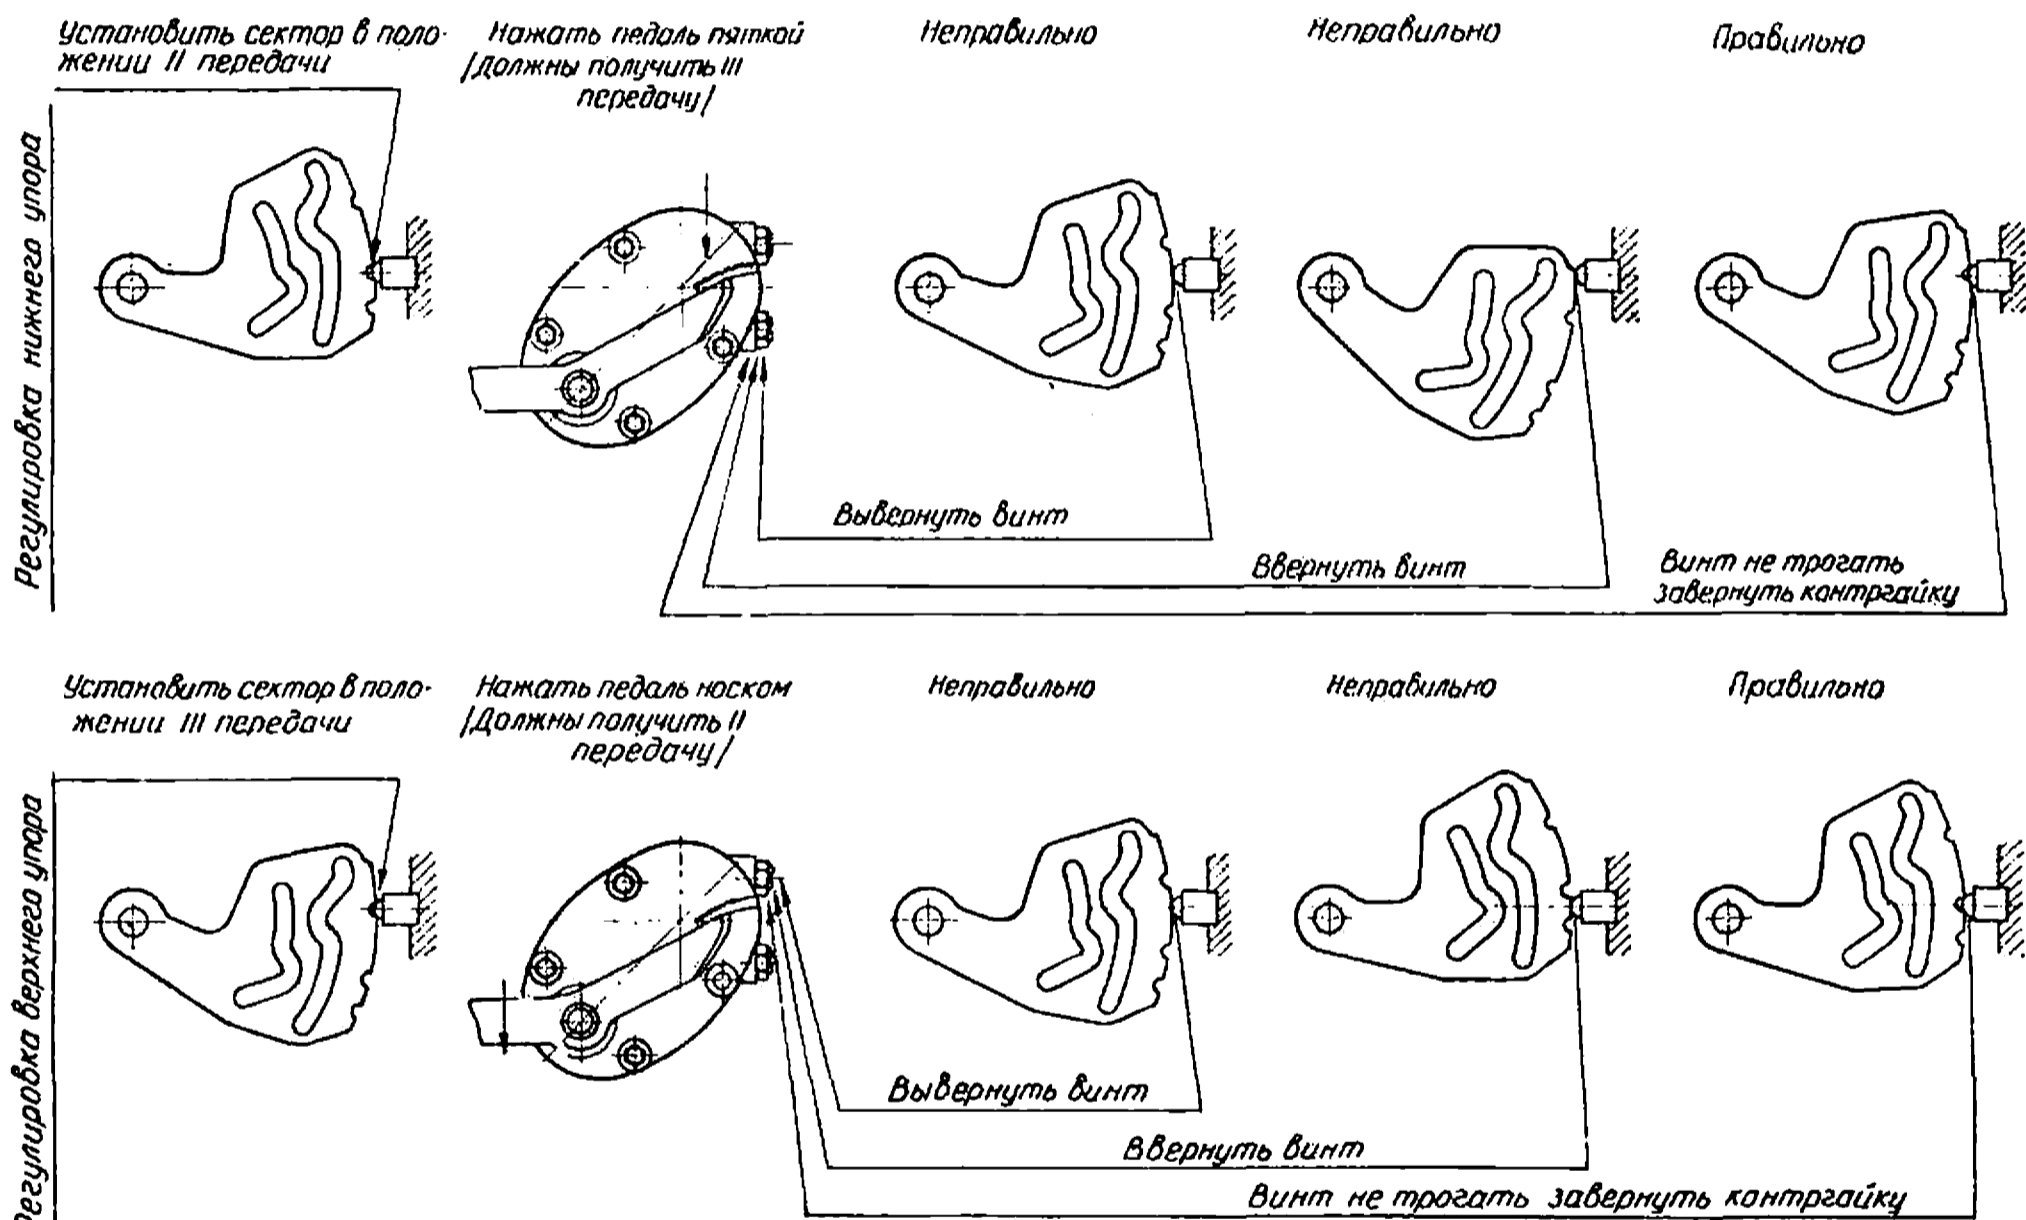

Рис. 13. Регулировка механизма переключения передач
Для обеспечения нормальной работы механизма ножного переключения передач регулировочные винты (рис. 13) должны устанавливаться так, чтобы при крайних положениях педали ножного переключения фиксирующие лунки второй и третьей передач сектора доходили до шарика фиксатора.
1. При переключении со второй на третью передачу (заднее плечо педали ножного переключения опущено вниз до упора), если фиксирующая лунка третьей передачи сектора не доходит до шарика фиксатора (рис. 13), рычаг ручного переключения можно повернуть вперед до совпадения лунки с шариком. В этом случае нужно вывернуть нижний регулировочный винт. Если фиксирующая лунка переходит шарик фиксатора, рычаг ручного